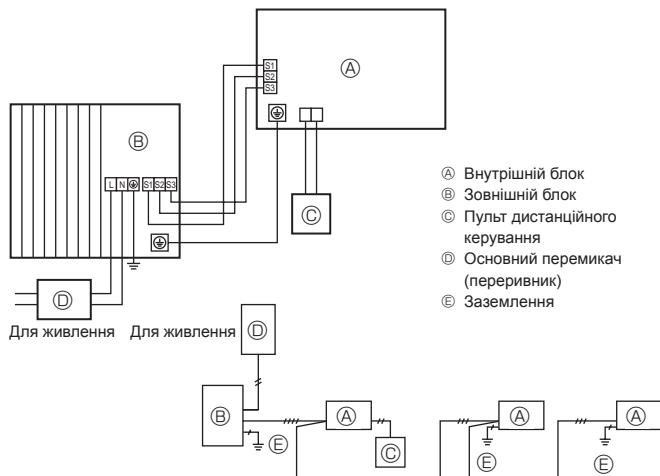
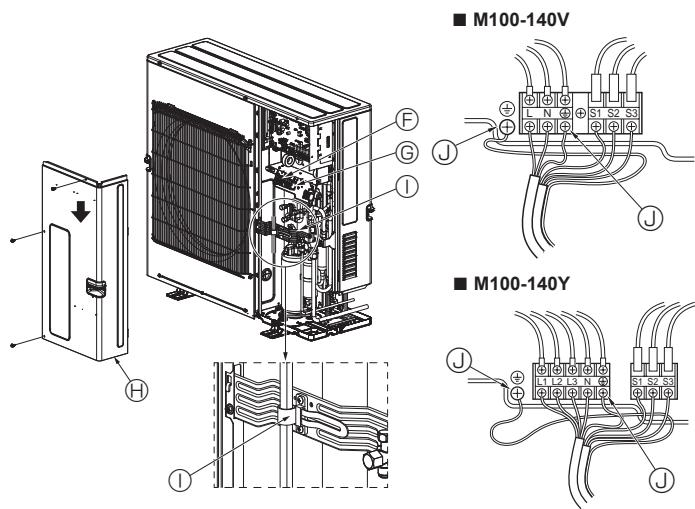

Fig. 6-1
Fig. 6-2
6.1. Зовнішній блок (Fig. 6-1, Fig. 6-2)
① Зніміть експлуатаційну панель.
② Проводи та кабелі, зображені на Fig. 6-1 та Fig. 6-2.